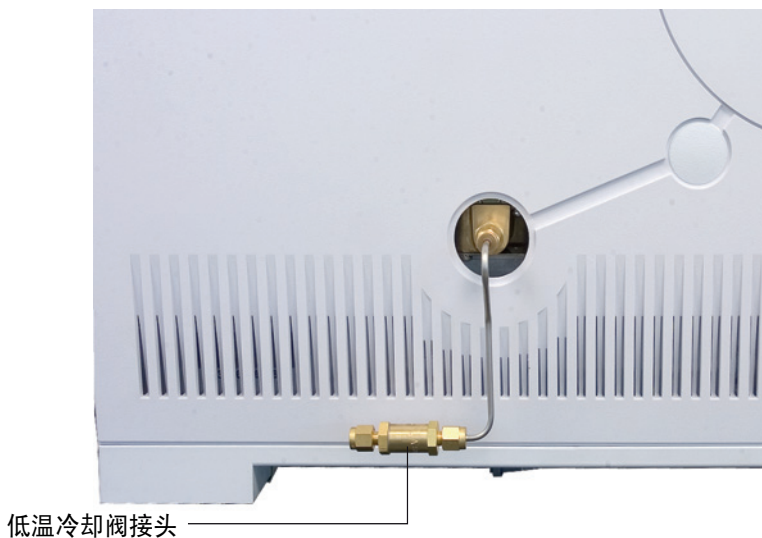

图 13 低温冷却阀的位置
- 1 在 GC 左侧找到液态 CO₂ 的进样口。准备好足够的管线连接气源储气罐和此接头。请参见图 13。